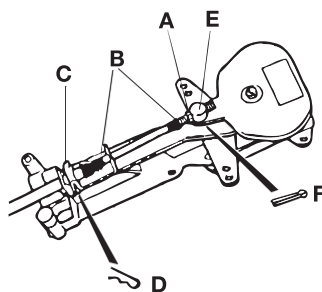

Fig. 7
- Ta bort muttern (A fig. 7) och båda gummitätningarna från kablarna.
- Tryck kabeln igenom kabelhållaren. (C fig. 7)
- Säkra kabeln med låspinnen (D fig. 7).
- Anslut nippeln till gasarmen (E fig. 7) och säkra med saxpinnen (F fig. 7).